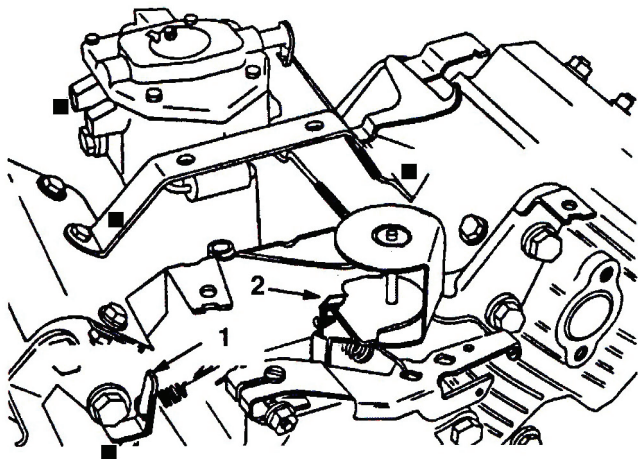

図46
3. 調速アイドル・スプリング・アンカーの耳 (図46) を曲げて 1625 ± 50 rpm に調整する。タコメータで速度を確認のこと。
5. スロットルコントロールを FAST 位置にする。高速アイドル・スプリング・アンカー (図46) の耳を曲げて 2850 ± 50 rpm となるように調整する。